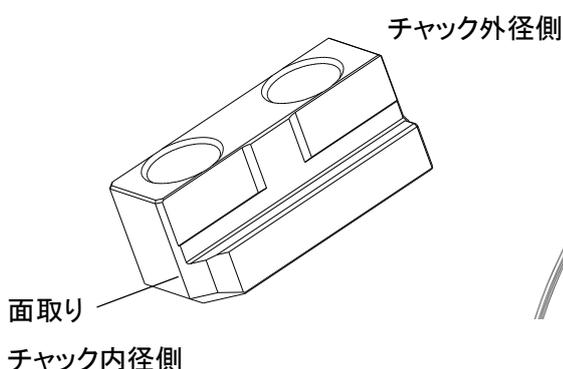

図 12-1 Tnut-Plus
BRT チャックにはオプション品として図 12-1 のような Tnut-Plus が用意されています。
**Tnut-Plus は、面取りがある側をチャック内径側にして取り付けること。(図 12-1 参照)**